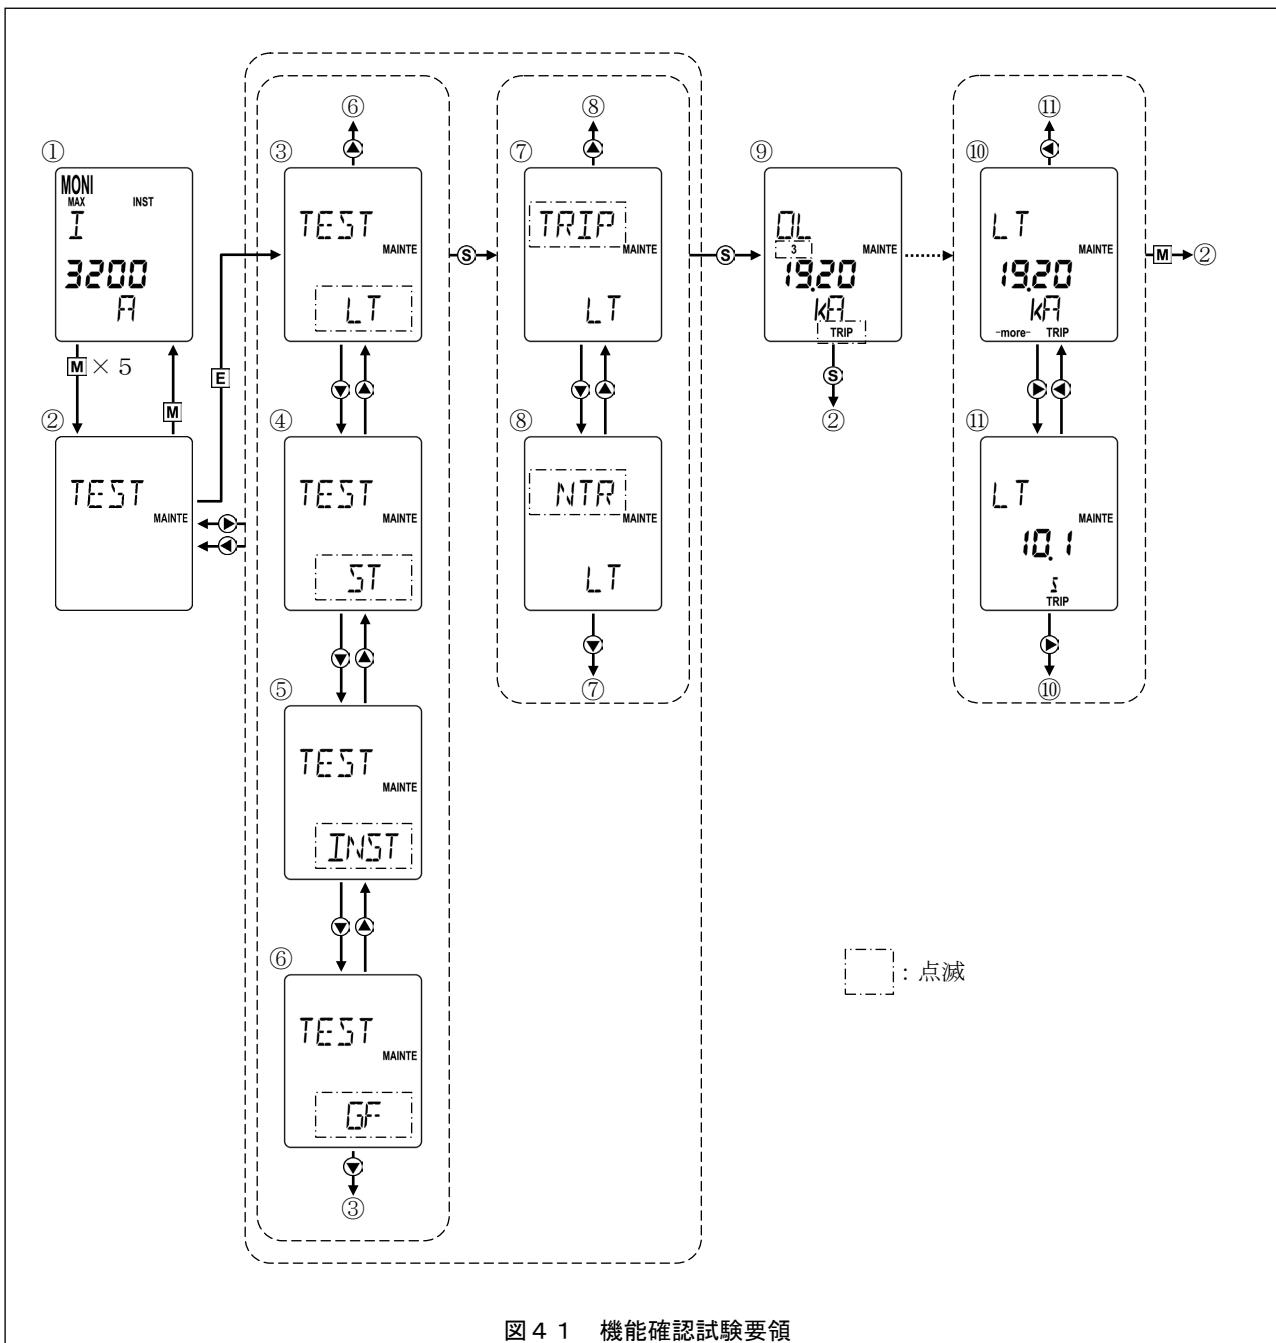

図 4-1 機能確認試験要領
- 4) 図 4-1, 表 2-8 に示す要領で試験を行い、O C R が動作すること、遮断器が動作することを確認します（N T R モードの場合、遮断器は動作せず、引外し・警報履歴が記録されず、また、動作表示接点出力も動作しません）。